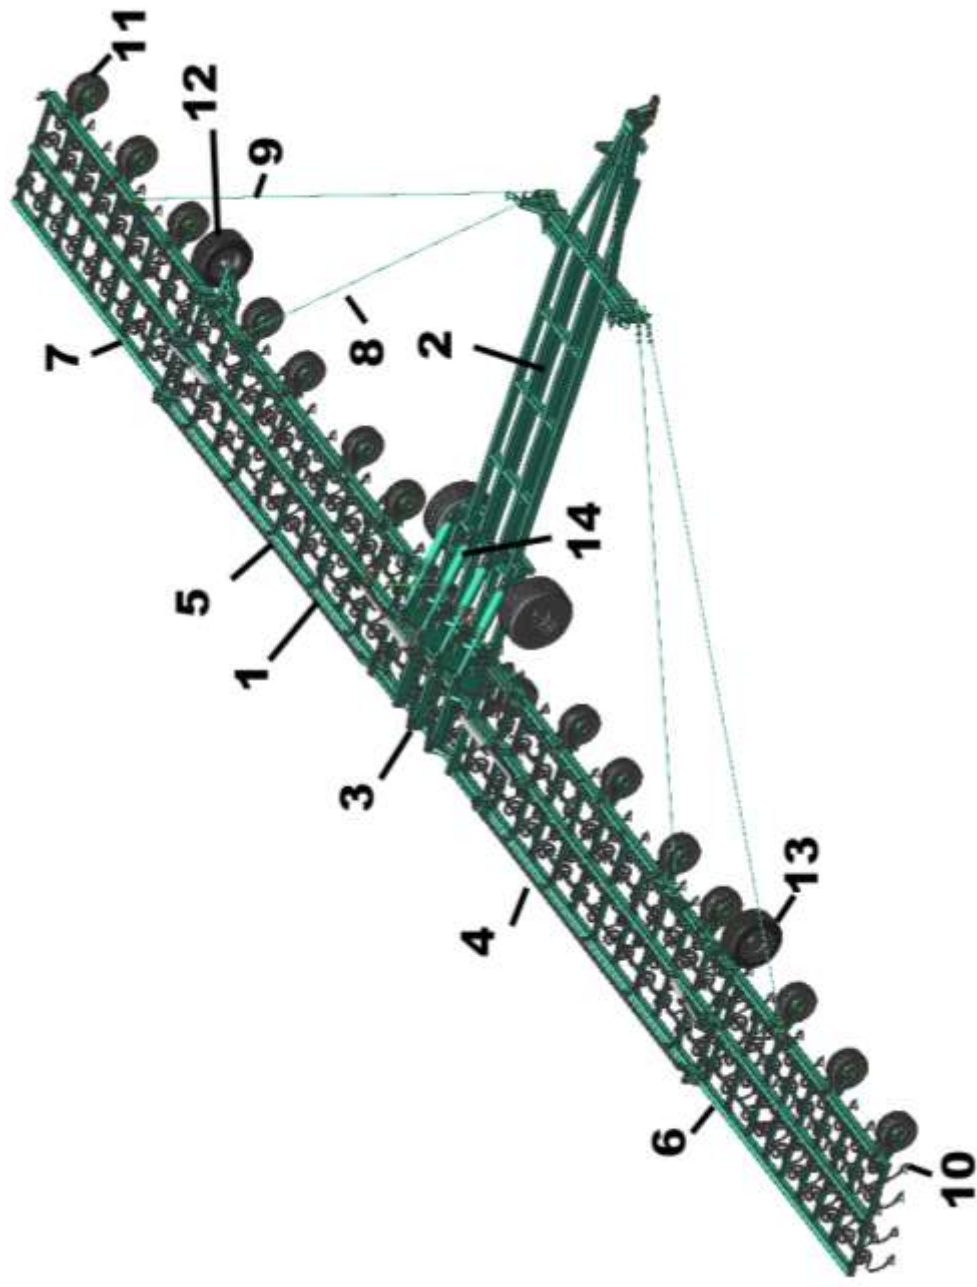

Рисунок 1 – Общий вид культиватора в рабочем положении
3.1 Культиватор КПП-20/22/24 представляет собой прицепную машину, состоящую (рисунок 1) из рабочего полотна 1, транспортной тележки 2, стяжек крыла 8 и открылка 9, гидросистемы 14.
3.2 Рабочее полотно состоит (рисунок 1) из центральной секции 3, крыла правого 4, крыла левого 5, открылка правого 6 и открылка левого 7. На рабочем полотне установлены копирующие колёса 11 с винтом регулировки глубины обработки, опорные колёса крыльев 12 и 13, а также рабочие органы 10.
4.1.6 Установить растяжки крыла и открылка и подтянуть с помощью винтов (см. рис.1).